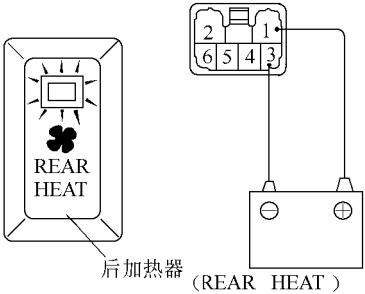

图 19-51 检查指示灯是否亮
(2) 检查指示灯。将正极 (+) 导线从蓄电池连接到端子 1，负极 (-) 导线连接到端子 3，检查指示灯是否点亮。如图 19-51 所示。